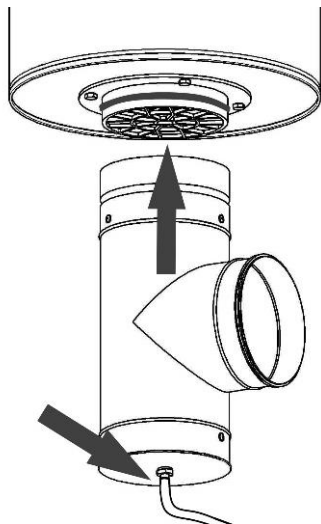

Рисунок 9
5.7.2 Для монтажа входного патрубка MW-INLET необходимо (рисунок 9):